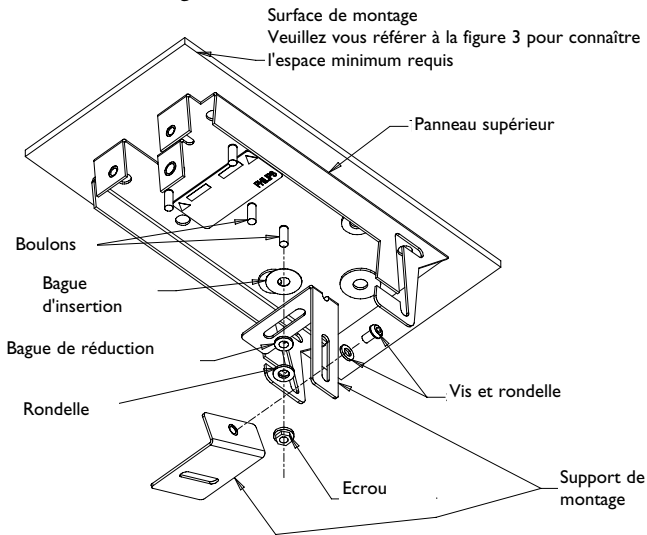

Figure 6 : Installation du support de montage
2. Fixez le support de montage de la caméra au panneau supérieur en utilisant les mêmes éléments que ceux que vous avez ôtés lors de l'étape 5 de la section 5.1. Choisissez l'un des deux boulons situés à peu près au centre du panneau en fonction de la taille du bloc caméra/objectif. Veuillez vous référer aux figures 6 et 7.